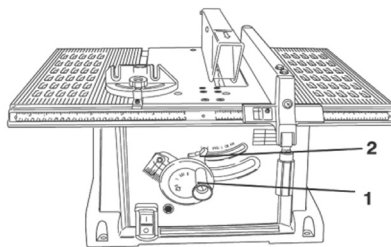

Fig. 18 – Regulagem da altura da lâmina
- 8 - Reinstale a tampa da mesa (1).
Para levantar ou abaixar a lâmina de serra, gire o volante de regulagem (1) até a altura desejada (fig. 18).
Para inclinar a lâmina de serra, primeiro solte a manopla trava (2) e em seguida empurre a manopla (1) até que a engrenagem da mesma encaixe no canal da base da máquina. Em seguida, gire a manopla verificando o ângulo desejado. Quando chegar ao ângulo desejado, aperte novamente a manopla trava (2), fig. 18.